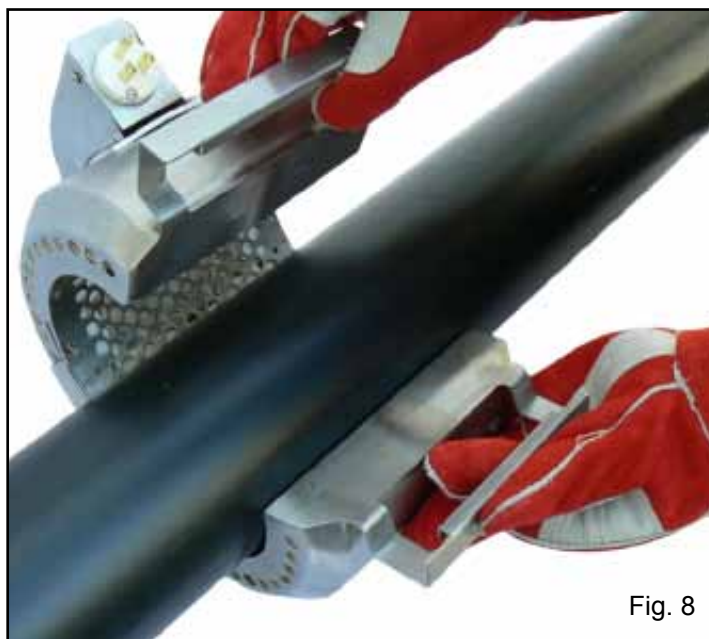

Fig. 8
3. Retire el pasador del cierre y abra la bobina de calentamiento (Fig. 8).